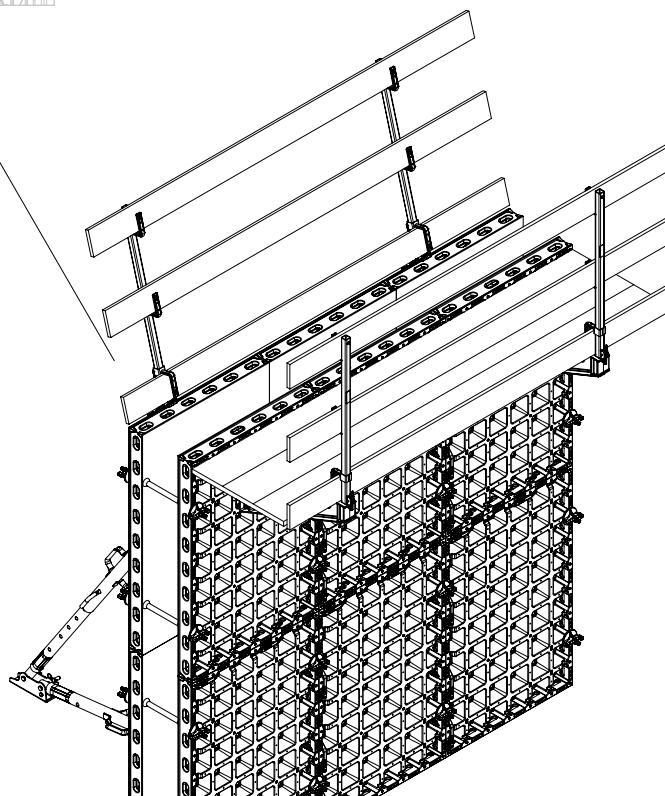

Fig. B4.05
6. Posizionare le tavole e inchiodarle. (Fig. B4.05 + B4.05a)